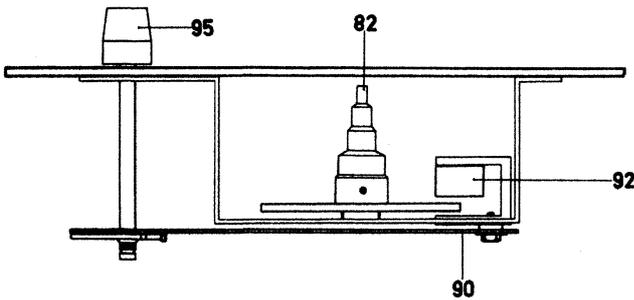

Abb. 1
Die Bremscheibe der Stufenwelle (82) ist auf der Mitte Luftspalt des Bremsmagneten (92) einzustellen. Die Stufenwelle ist durch Festigen der Madenschraube zu sichern (Abb.1).
Der rote Punkt des Drehzahl-Feineinstellknopfes (95) ist etwa 20 - 30° von der Mittelstellung nach Minus abweichend (Abb. 5) und der Stufendrehzahlsschalter auf 33 Upm einzustellen. Der Magnet (92) im Längsschlitz des Einstellschiebers ist so zu verschieben, bis der Plattenteller die Nenndrehzahl erreicht. Die Befestigungsschraube des Magneten (Abb. 1) ist mit Lack zu sichern. Die Drehzahlfeineinstellung darf elektrisch keinen toten Gang aufweisen, anderenfalls ist die Stufenwelle auszutauschen.